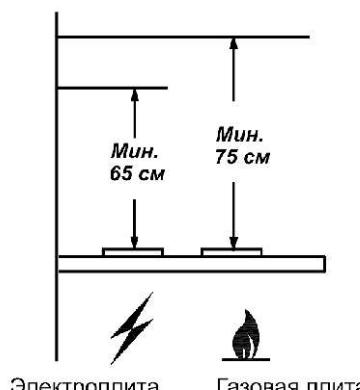

рис. 1
1.2 Вытяжку устанавливайте над плитой, как показано на рис. 1.
**4.6 Устанавливайте** вытяжку над плитой в соответствии с рис. 1.